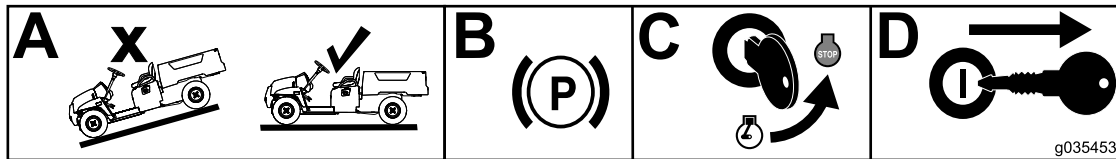

图1
1. 将机器移到水平地面上图1的A框。
2. 接合驻车刹车图1的B框。
3. 关闭发动机图1的C框。
4. 从点火开关上拔下钥匙图1的D框。